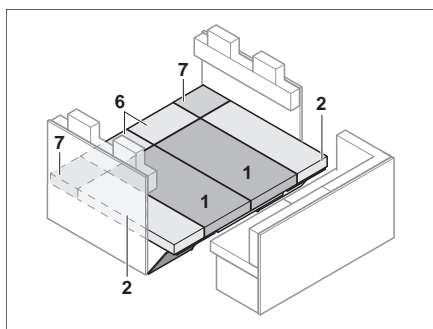

Fig. 139 Dopo la trasformazione
- Applicare i cuscini del divano, dello schienale e aggiuntivi come illustrato in Fig. 139.